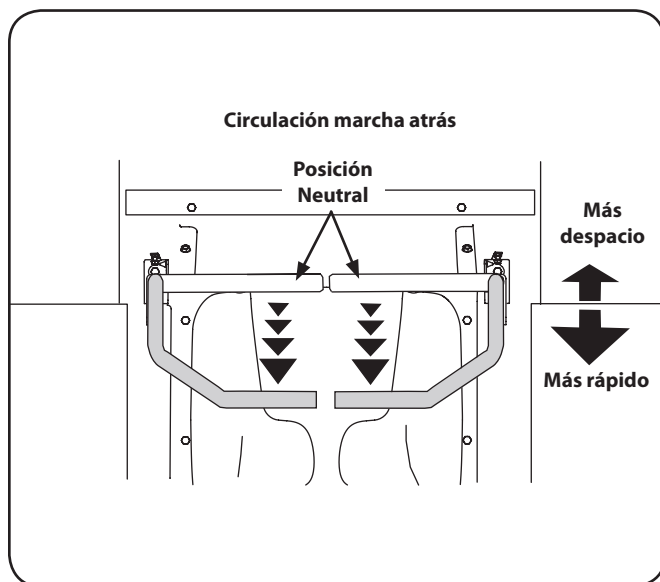

Figura 5-5
1. Mueva las dos palancas de control lenta y suavemente hacia atrás. El tractor comenzará a moverse hacia atrás. Vea la Figura 5-5.